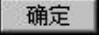

图 3.25 “径向切削驱动方法”对话框
Step4. 按图 3.25 所示设置 **驱动设置** 区域的参数，单击 **确定** 按钮，系统返回到“固定轮廓铣”对话框。